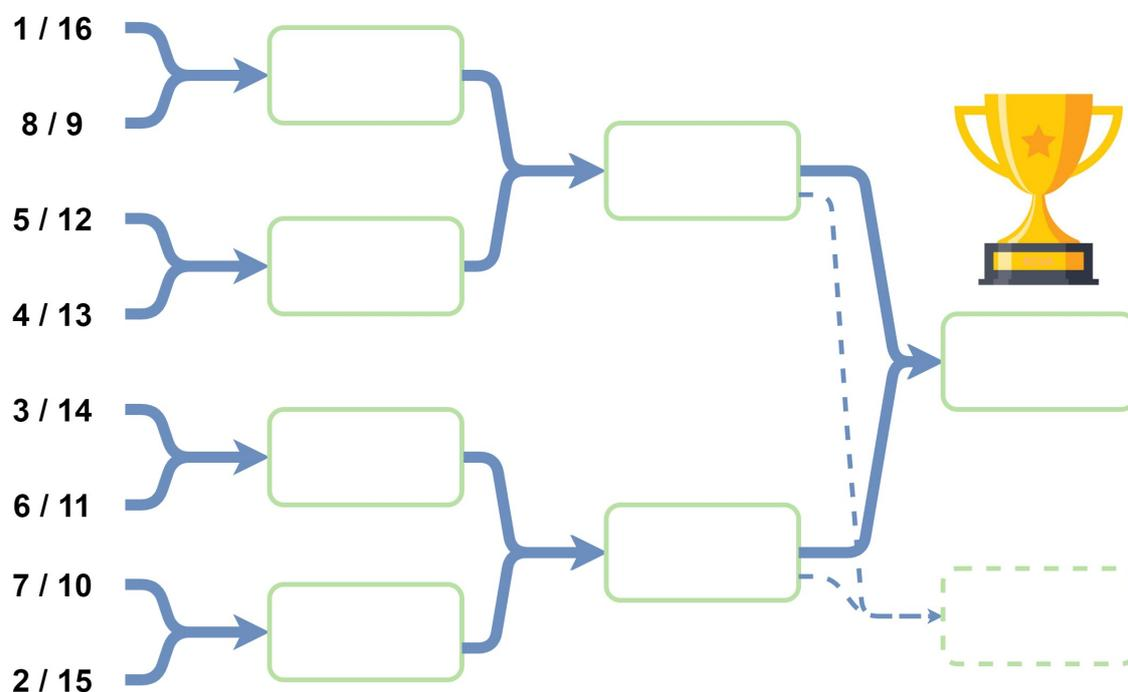

FIGURE 17 – Tableau des phases finales
Chaque équipe vainqueur de son match de barrage sera intégrée au tableau principal de la phase finale de la rencontre (B). À l'issue de la phase de barrage, l'arbre de la phase finale de la rencontre (B) présenté Figure 17 pourra être revu afin de représenter plus fidèlement le niveau de chaque équipe.